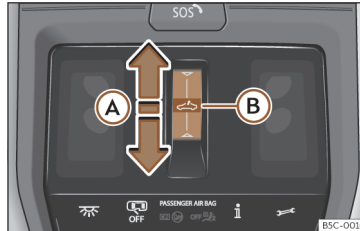

Fig. 93 Pe capitonajul plafonului: buton trapă.
- Mișcarea automată: treceți cu degetul înăpoi peste zona funcțională  >>> fig. 93 .
- Înainte cu aproximativ 5 secunde de activarea funcției antiprindere, treceți cu degetul înainte peste zona funcțională <<<>>> fig. 93 Ⓐ și țineți apăsat până când trapa se închide complet.